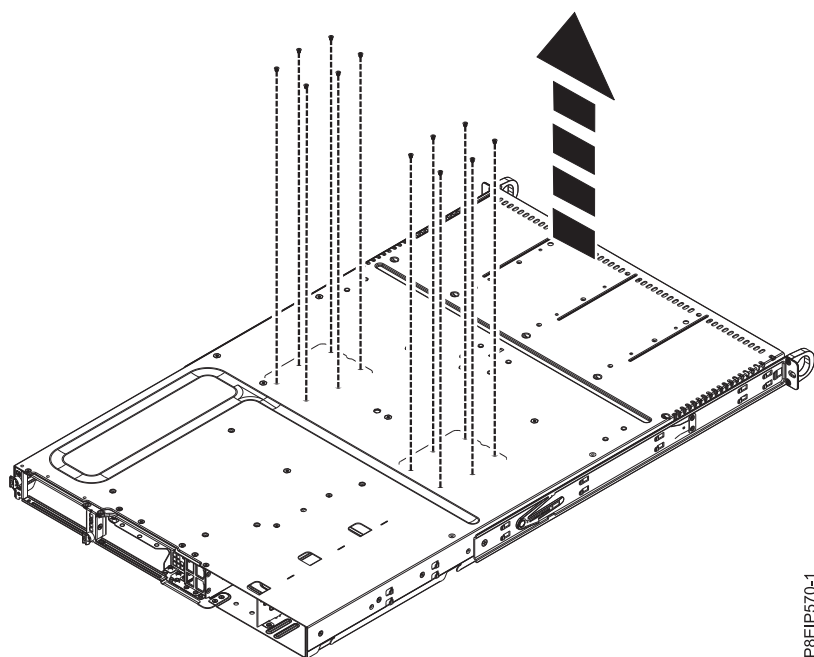

図 47. シャーシの下部にあるプロセッサ・ソケットのねじ
- b. 下部から 12 本のねじを取り外します。ねじの位置は 47 ページの図 47 に示しています。